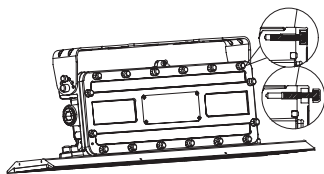

Figure 0-1
3. Loosen the screws of the driver box cover, as shown in Figure 0-1, the screws will not fall off;
3. Desserrez les vis du couvercle de la boîte de commande, comme indiqué sur la figure 0-1, les vis ne tomberont pas ;